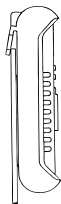
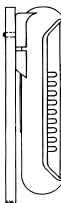

Рис. 6.3
Рис. 6.6
4. Закреплять мультиметр вертикально во время работы и хранения (рис. 6.3 – на панель, рис. 6.6 – на кабель подходящего диаметра).